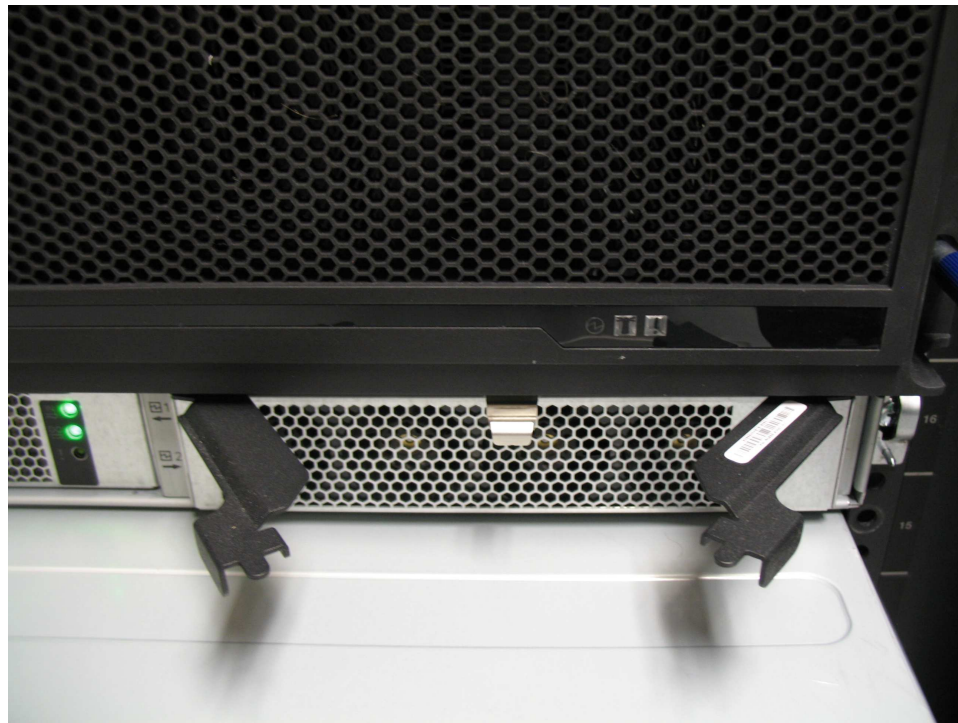

図 97. 電源機構ハンドルの解放
4. 図 97 に示すように、ハンドルを外側に回転させます。